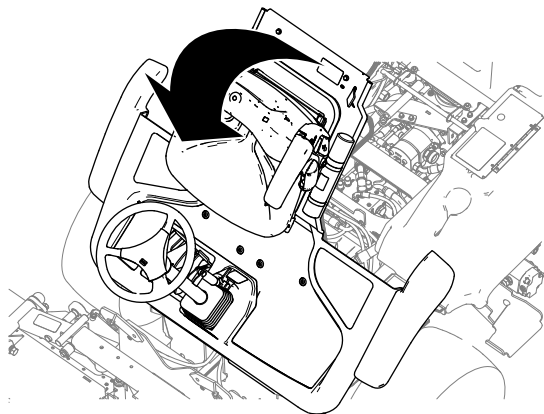

Bild 43
2. Klappen Sie die Plattform hoch (Bild 43).